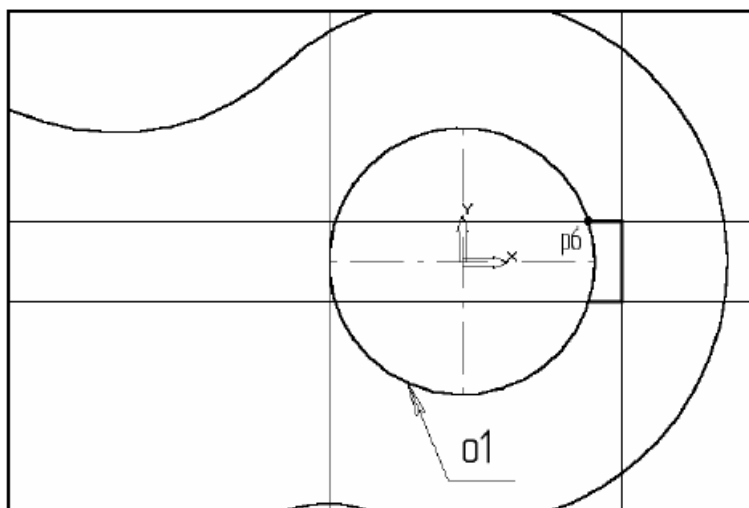

Рис. 3.11
26. С помощью команды **Непрерывный ввод объектов**  на странице **Геометрия** Инструментальной панели постройте ломаную линию из трех отрезков, как это показано на рис. 3.11. Построение начните от точки **p6**.